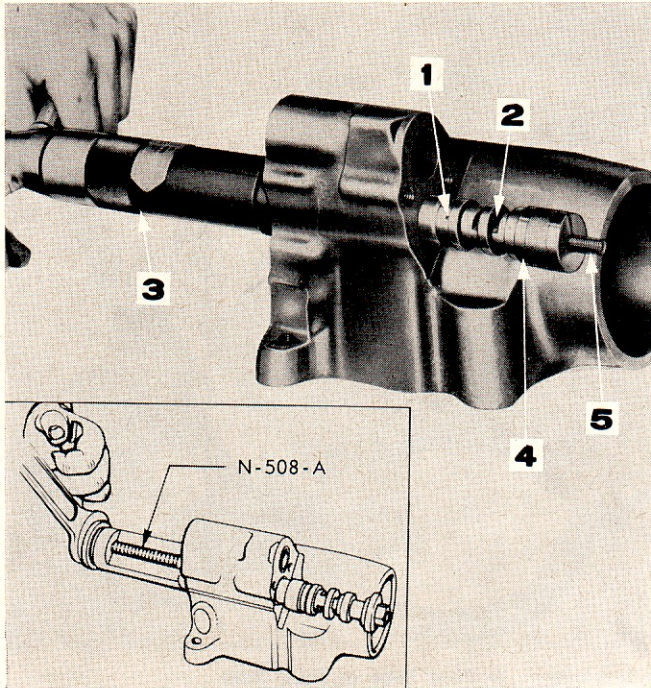

Figure 26: Pose des bagues de la valve automatique
3. Enfiler sur l'extension la bague arrière de la valve automatique, le décolletage long à l'opposé du coussinet avant. Visser sur l'extension l'écrou spécial de guidage T.8510-1/e et placer le décolletage adjacent de la bague arrière dans le lamage de l'écrou (Figure 26). Lubrifier les surfaces extérieures des deux bagues et les emmancher dans l'alésage jusqu'à ce que l'extrémité intérieure du décolletage de la bague arrière affleure avec la face arrière du cylindre. Les bagues sont correctement situées quand la face avant de l'écrou de guidage touche la face arrière du cylindre. Lors du montage, il importe que la bague arrière soit correctement centrée, faute de quoi l'emmanchement dans l'alésage risque d'offrir des difficultés.
pour monter les bagues de la valve automatique (cartouche, Figure 26).